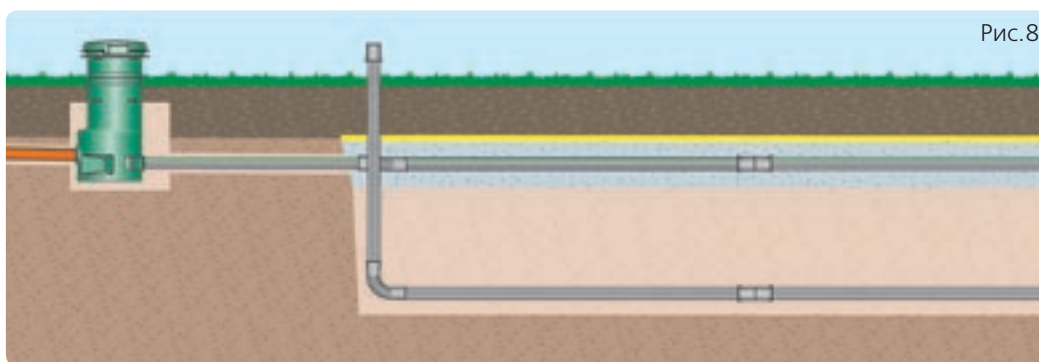

Рис.8
**8. Коллекторные дренажные трубы Upronor Turpla 110/95 мм** проложите в нижнем дренажном слое щебня с уклоном 5-10 мм/м Рис. 8.